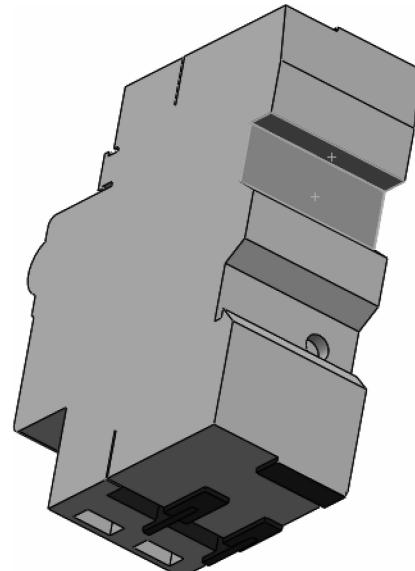

图 12-19 设置导轨配合
**步骤3 设置导轨配合** 创建导轨配合，如图 12-19 所示。